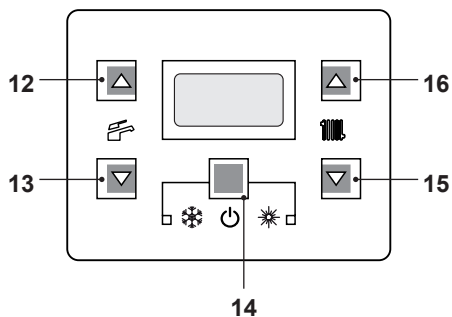
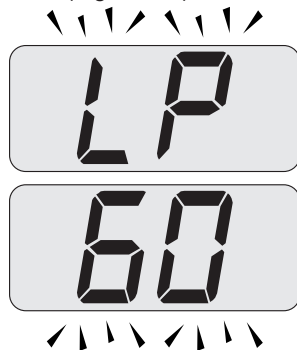

Figura 7.2
Figura 7.8
- Entrare in "modalità programmazione" premendo contemporaneamente per 10 secondi i tasti 14 - 15 - 16 (Figura 7.2) fino a far apparire sul display LCD le lettere **Pr** che si alternano con il codice **01**, indicanti l'entrata nel "parametro 01" (Figura 7.3).
- Premere contemporaneamente i tasti 15 e 16 (Figura 7.2) fino a far apparire sul display LCD le lettere **LP** che si alternano con il valore di temperatura dell'acqua di riscaldamento (es. **45**), indicanti l'entrata nell'attivazione della "funzione spazzacamino" alla potenza minima (Figura 7.4).
- Premere il tasto 16 (Figura 7.2) per entrare in modalità "spazzacamino alla potenza minima in riscaldamento". Sul display appare **hP** alternato alla temperatura dello scambiatore primario (Figura 7.5).
- Premere il tasto 15 (Figura 7.2) fino a far apparire sul display LCD le lettere **LP** che si alternano con il valore di temperatura dell'acqua di riscaldamento (es. **60**), indicanti l'entrata nell'attivazione della "funzione spazzacamino" alla potenza minima in sanitario (Figura 7.8).
- Spegnerne la caldaia tenendo premuto per 2 secondi il tasto 14 (Figura 7.2) fino a far apparire sul display LCD il simbolo  (Figura 7.9).